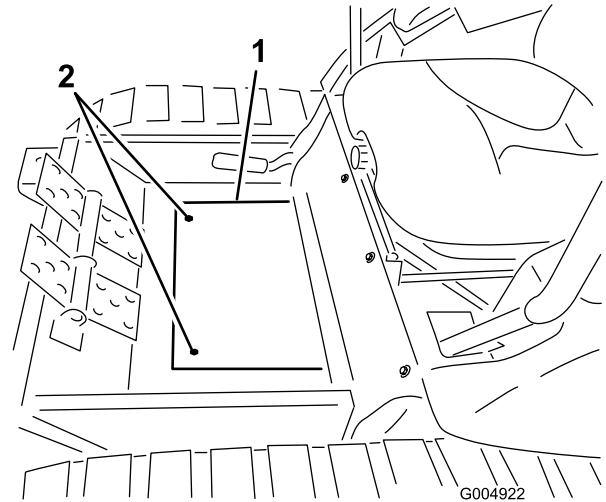

Figura 15
3. Retire los dos tornillos que sujetan la tapa de la chapa de suelo del bastidor de invierno al suelo, y retire la chapa (Figura 15).